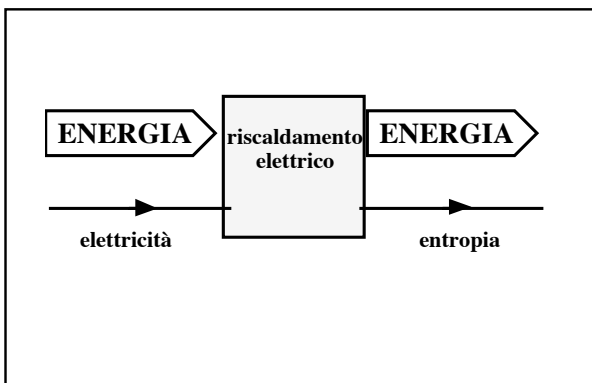

Fig. 11.1. Diagramma di flusso per un riscaldamento elettrico
tropia. Il nostro riscaldamento è rappresentato schematicamente in fig. 11.1.
1. Disegna il diagramma di flusso per il processo d'attrito descritto in fig. 11.1. Suggerimento: il "trasferitore di energia" è la faccia inferiore della cassa.